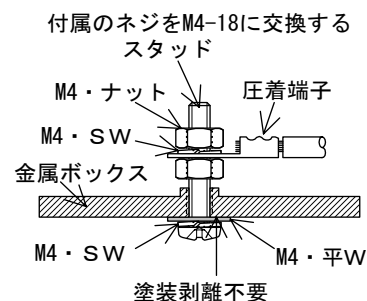

図 2-2
- (k) 金属ボックスの接地はボックス外側から締付けている既存の接地用ネジを取外し、新たにM4-16～20のねじを接地スタッドして取付ける。この時のボックス表面の塗装は剥離しなくてもよい。図 2-2 参照
- (l) コントロールボックス内の端子台から金属ボックスへの接地線の接続は、金属ボックス内側の(k)項目で設けた接地スタッドに接続すること。図 2-2 参照
- ① リレー、TLR (H3Y-2) については、平行2本以上の場合で、リレー、TLR 1個につき最大片側1箇所のみとし、1本の場合には切り欠きを不可とする。
- ② TB は TB 幅+両端から5mmまでの切り欠きを可とし、それ以上は不可とする。
- ③ FLR、TLR (H3CR-A) については、平行2本以上の場合で、最大2箇所のみ可とする。
- ④ 束線の場合は電線の本数が4本までは切欠き不可とする。